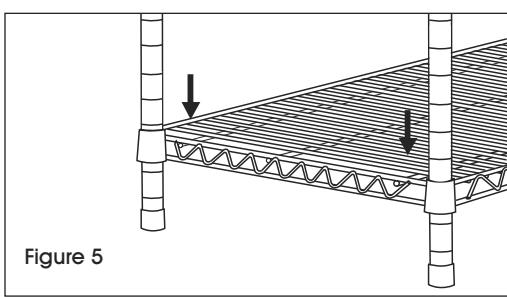

Figure 5
3. Stand unit upright. Gently tap shelf down to secure it. (See Figure 5)
3. Placez l'unité à la verticale. Tapotez délicatement la tablette vers le bas pour l'asseoir solidement. (Voir Figure 5)